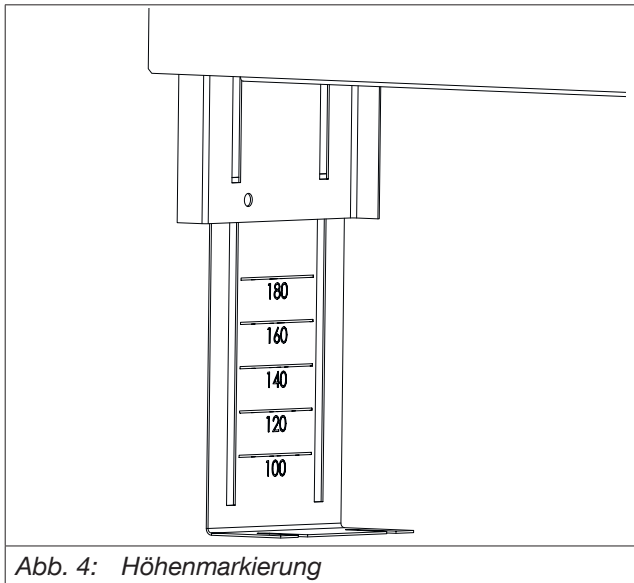

Abb. 4: Höhenmarkierung
2. Stellen Sie die Füße des Unterputzschrankes auf die gewünschte Höhe ein. Beachten Sie beim Einstellen der Füße die Aufbauhöhe des Estrichs. Die Estrichoberfläche sollte mind. 1 cm oberhalb der Unterkante der Estrichblende liegen. Beim Ausziehen der Füße erscheint eine Höhenmarkierung (siehe Abb. 4 auf Seite 8). Die angegebenen Maße sind vom Boden bis zur Unterkante der Estrichblende.